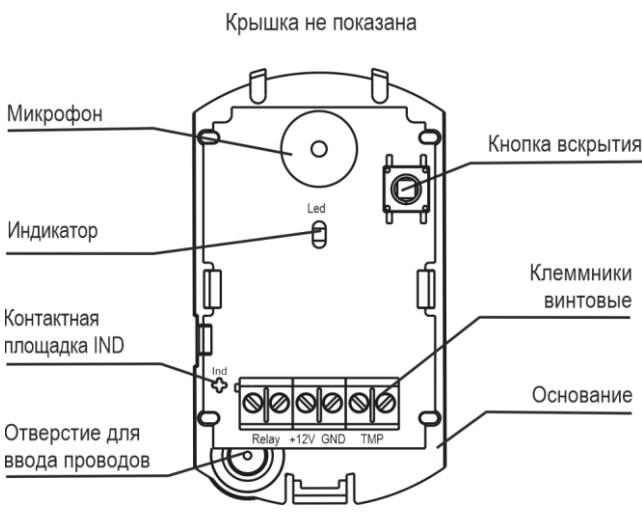

Рисунок 3
5.1 Конструктивно извещатель выполнен в виде блока, состоящего из основания и съемной крышки. Внутри блока смонтирована печатная плата с расположенным на ней радиоэлементами и клеммниками винтовыми для внешних подключений (рисунок 3).